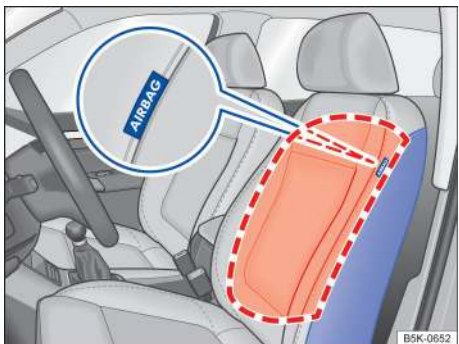

Рисунок 31. Со стороны переднего сиденья: положение установки и диапазон срабатывания боковой подушки безопасности
- Боковые подушки безопасности передних сидений расположены соответственно во внешних подушках спинок сиденья водителя и сиденья переднего пассажира → Рисунок 31.